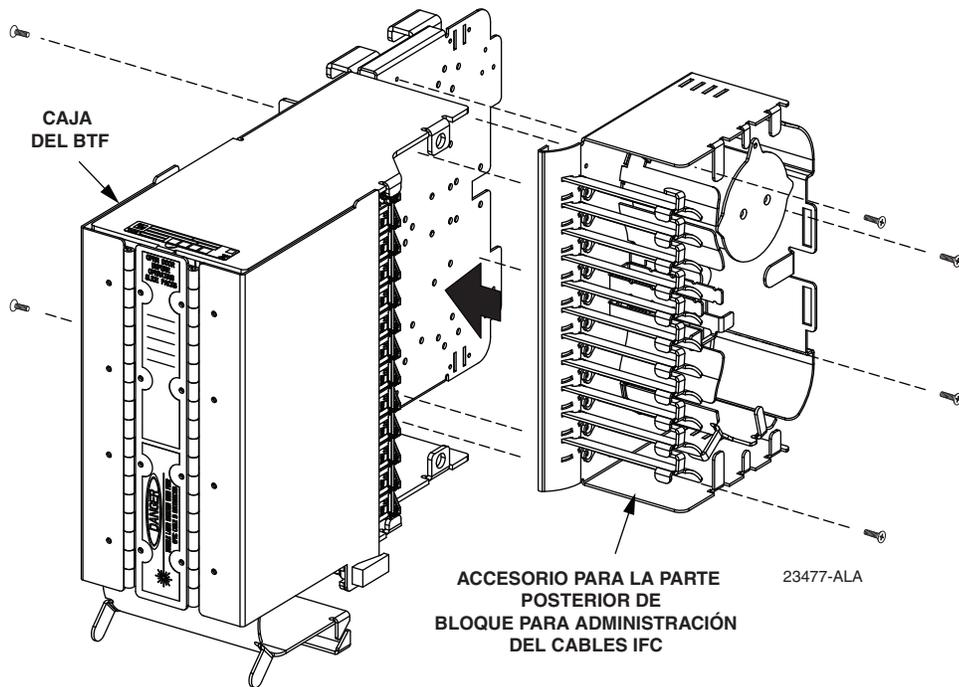

Figura 9. Instalación del Accesorio para la Parte Posterior del Bloque para Administración de Cables
2. Instale el accesorio para la parte posterior del bloque tal como se muestra en la Figura 9. Fije el accesorio al bloque del BTF usando los seis tornillos de cabeza Phillips #4-40 que se retiraron en el paso anterior.